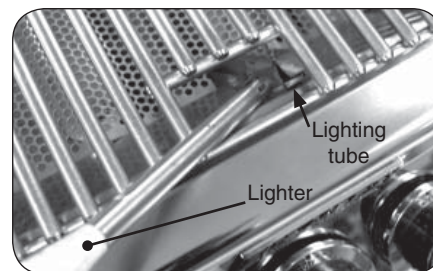

Fig. 12-2 - Éclairage manuel
2. Passez un allumeur brûlant de butane de long-baril ou une allumette brûlante de long-tige dans les grilles à cuire au dessus du tube d'éclairage. (Fig. 12-2). Pour des backburners, tenez la flamme contre le matériel perforé du backburner. Pour des sideburners, tenez la flamme contre le brûleur.